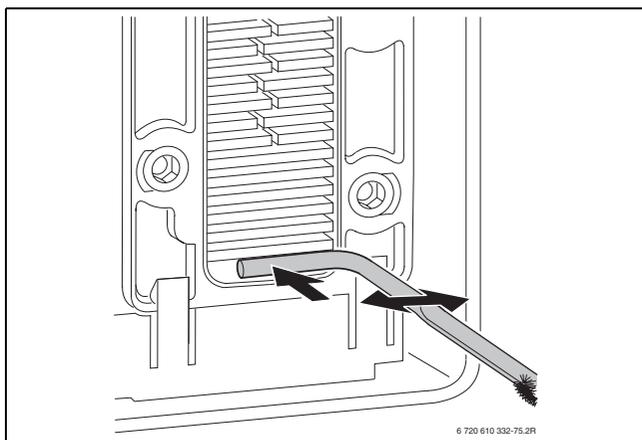

Fig. 65
- Pulire il convogliatore della condensa (con il manico della spazzola, fig. 65) e l'attacco del sifone.